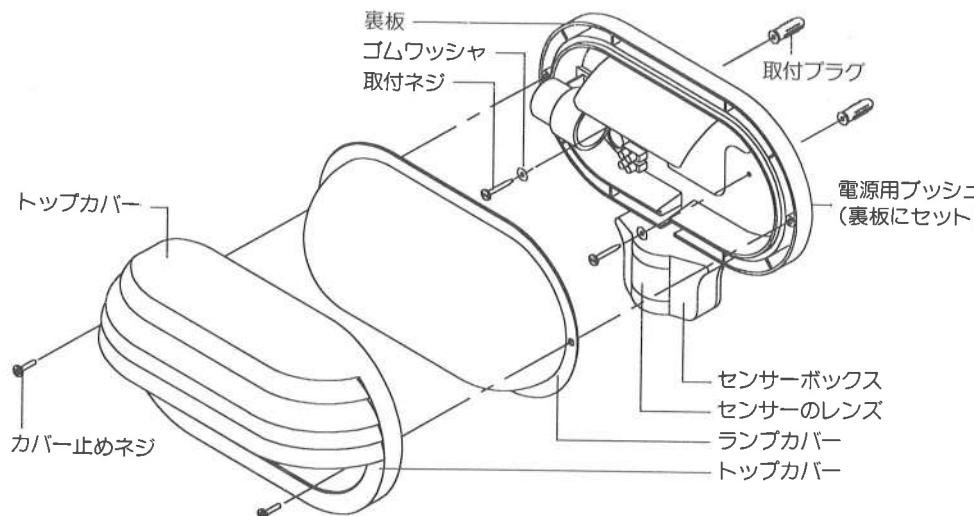

図 6
- カバー止めネジをゆるめてトップカバー、ランプカバーを取り除いてください。(図 6 参照)
- 電源用ブツシユに穴をあけ、電源を通してください。(図 6 参照)